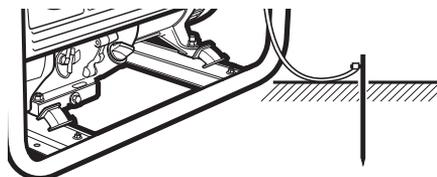

Рис. 10
2. Проверьте заземление генератора (рис. 10). Следуйте требованиям правил установки заземления, описанным в пункте 9.4, (стр. 15) «Заземление» настоящего руководства.